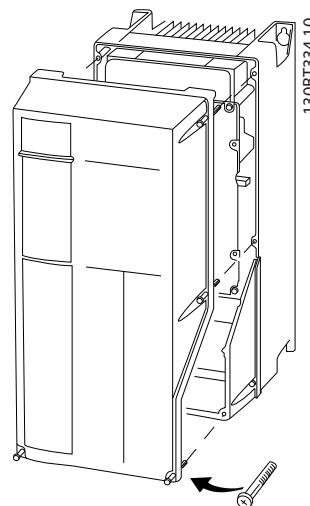

図 2.10 A4、A5、B1、B2、C1 および C2 エンクロージャーのコントロール配線アクセス
- あるいは、ネジを緩めてフロントカバーを取り外します。図 2.10 を参照